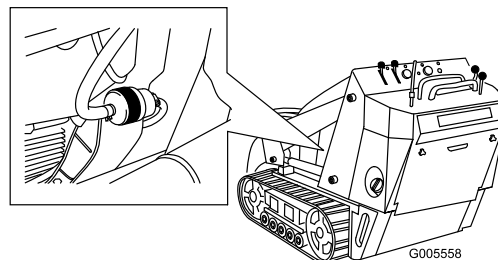

Figura 38
4. Bloccare i tubi del carburante su entrambi i lati del filtro del carburante (Figura 38).
5. Schiacciare le estremità delle fascette stringitubo e allontanarle dal filtro (Figura 38).